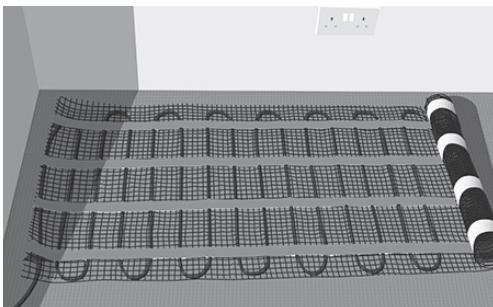
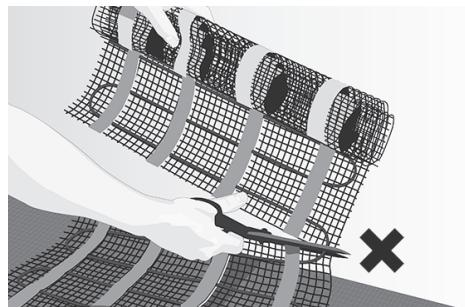
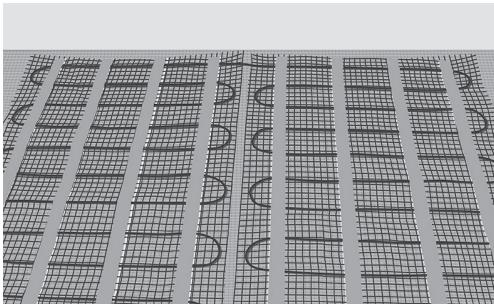

Fig. 4. Rulla ut mattan
Fig. 5. Klipp och vänd utan att skada kabeln
Fig. 6. Golv täckt med matta
8. Rulla ut mattan på golvet med nätsidan uppåt tills du når väggen eller ett hinder (Fig. 4). Klipp och vänd mattan för att fortsätta lägga den. Klipp inte av kabeln (Fig. 5). Upprepa detta tills du har täckt golvet (Fig. 6).